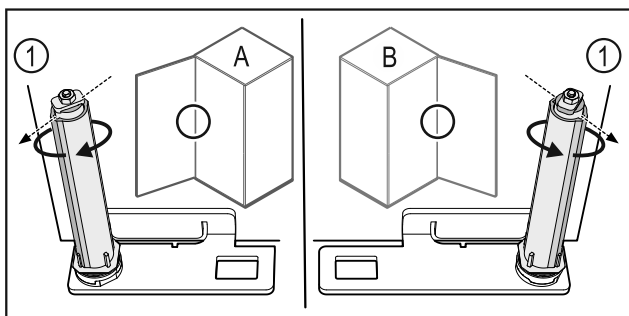

Fig. 60 Отваряне наляво (A) / отваряне надясно (B)
- ▶ Въртете затварящата система срещу съпротивлението, докато реброто на затварящата система Fig. 60 (1) сочи навън.